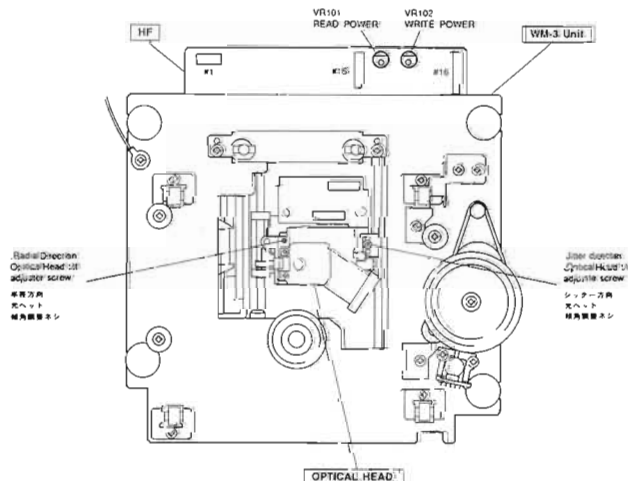

Fig. 2
- ① Connect the oscilloscope probe to TP302 (EFM) and TP301 (GND).
- ② Place the TX913530 (8cm) test disc on the turntable and hold disc in place with depressor weight.
- ③ Select Mode 3 (ref. page 14).
- ④ It is not required to adjust tilt angle if waveform at TP302 is similar to Waveform Photo 2 or 3. If waveform is similar to Waveform Photo 4 or 5, adjust the optical head jitter and radial direction (ref. fig. 2).
- ②テストディスクTX913530(8cm)をセットしてディスク装着用重りで固定する。
- ③MODE 3にする。
- ④TP302(TP 2)の波形が写真4や5のような場合は、光ヘッドのジッタ方向と半径方向の調整ネジを回して調整する。写真2や3の波形の場合は調整不要。(Fig. 2)
- ③ Fig. 2 の様にサーボシートにフィルターとACボルトメーター (2ch) を接続する。
- ④ MODE 5 にする。